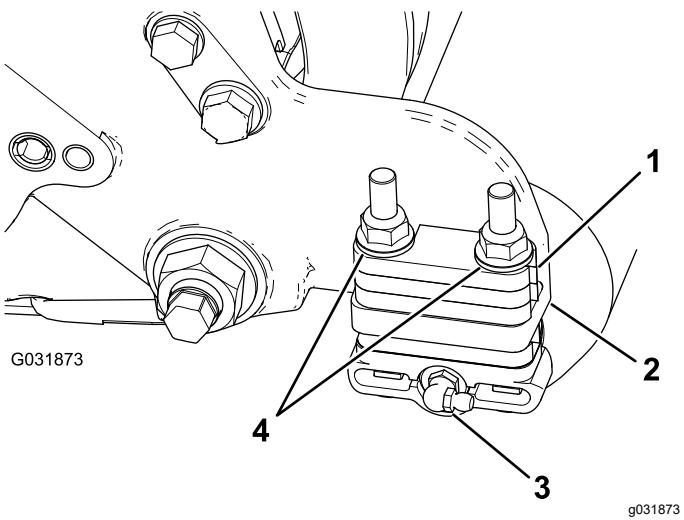

Bild 7
1. Nehmen Sie die Schmiernippel für die Rolle von der Seite des Mähwerks ab, an der das Rollenbürstengehäuse montiert ist (Bild 7).
3. Entfernen Sie die zwei Sicherungsbundmuttern, mit denen jede Rollenhalterung an den Seitenplatten befestigt ist (Bild 7).